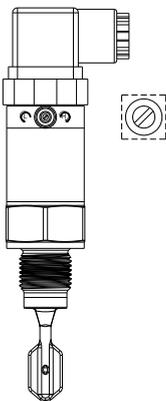

图 13
- (2) 用一字螺丝刀顺时针旋转电子电位器到底，则仪表处于高位模式（见图 13）；
- (3) 用一字螺丝刀逆时针旋转电子电位器到底，则仪表处于低位模式（见图 13）；